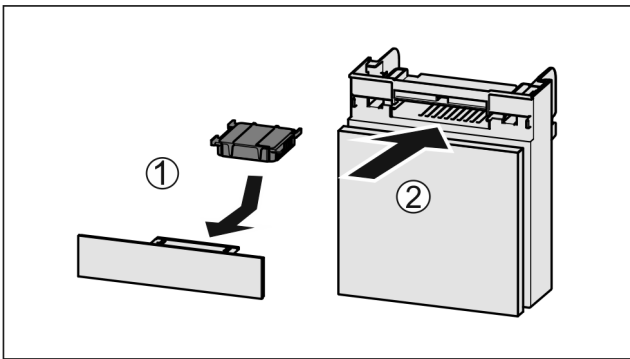

Fig. 84
- ▶ Helyezze be Fig. 84 (1) az aktívszén-szűrőt az ábrán látható módon.
- ▶ Tolja be Fig. 84 (2) a rekeszt.